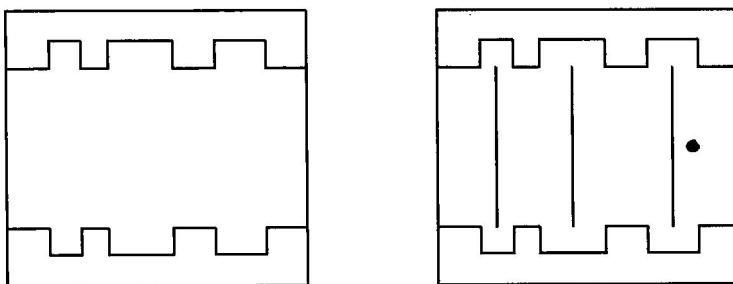

图1-11
**【练习1-11】：** 打开附盘文件“\dwg\第 01 章\1-11.dwg”，使用 LINE 命令并结合两点间的中点捕捉方式将图 1-11 中的左图修改为右图。